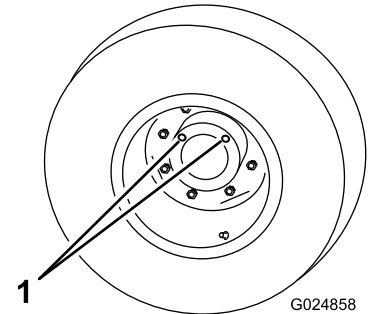

图 64
5. 旋转车轮直至行星齿轮的开口塞孔位于 11 和 1 点钟位置 (图 64)。